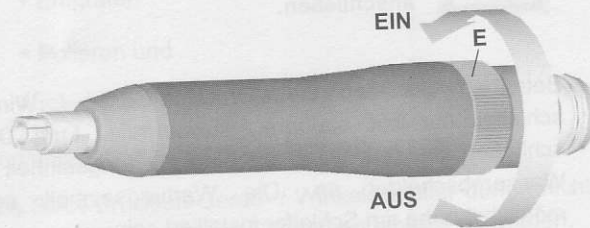

Abb. 3: Ein- und Ausschalten
Das Drehventil durch Verdrehen der Steuerhülse (E) in Pfeilrichtung betätigen (siehe Abb. 3).